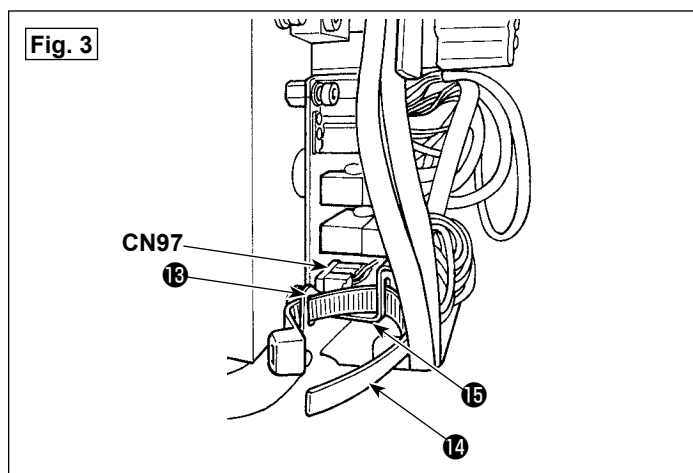

Fig. 4
- 3) Acheminer les deux cordons 16 et 17 le long des autres cordons comme illustré aux Fig. 4 et 5. Ensuite, les attacher en quatre emplacements B avec les lanières du collier de fixation (petites). En outre, fixez-le avec les autres câbles à l'aide de l'attache-câble C qui est attaché à l'origine comme illustré dans la fig. 4.